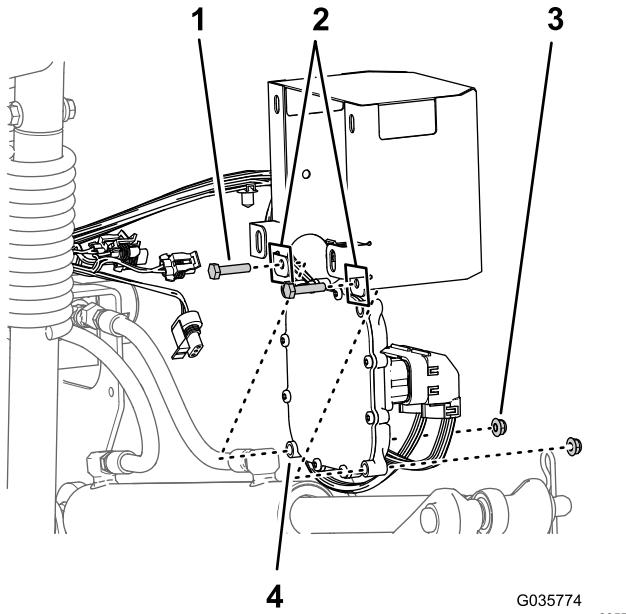

Figura 29
1. Alinhe o controlador eletrônico para o interior da cobertura do controlador com os orifícios de montagem inferiores do controlador alinhados com os orifícios na flange inferior da cobertura (Figura 29)
2. Monte o controlador na cobertura com dois parafusos (1/4 pol. x 1 1/8 pol.) e duas porcas de bloqueio flangeadas (1/4 pol.), como se mostra na Figura 29.